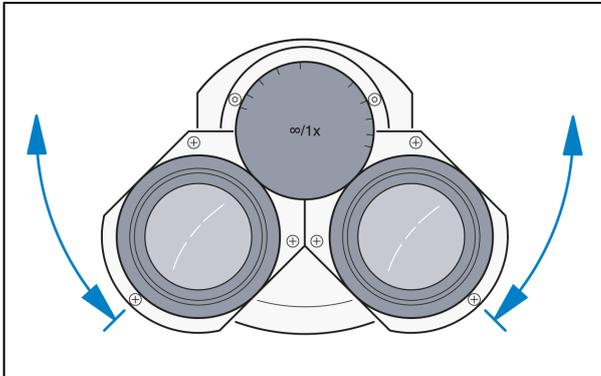

Abb. 4-1 Okularabstand (Pupillendistanz) am binokularen Tubus einstellen
- Okularabstand (Pupillendistanz) durch symmetrisches Schwenken der beiden Okularstutzen gegeneinander anpassen (Abb. 4-1).